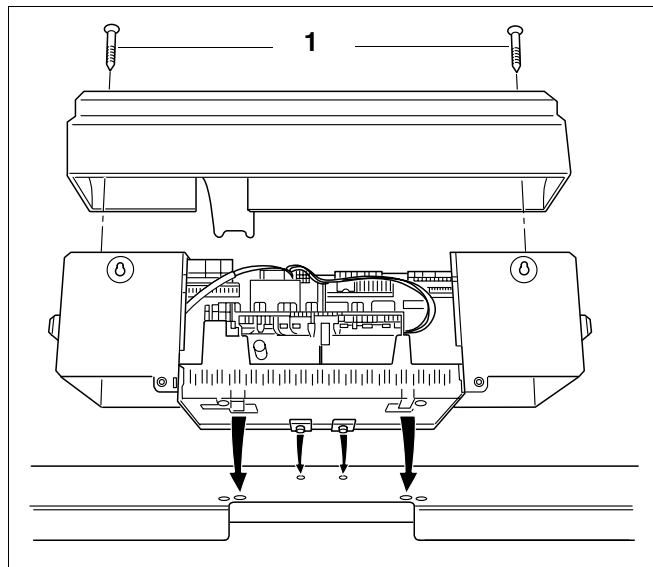

Fig. 16 Montaj aparat de reglare
- Deșurubați cele 2 șuruburi de tablă de sus (fig. 16, **poz. 1**) din capacul clemelor și îndepărtați carcasa (fig. 16).
- Așezați carcasa ce acoperă clemele și înșurubați-o cu 2 șuruburi de tablă (fig. 16).